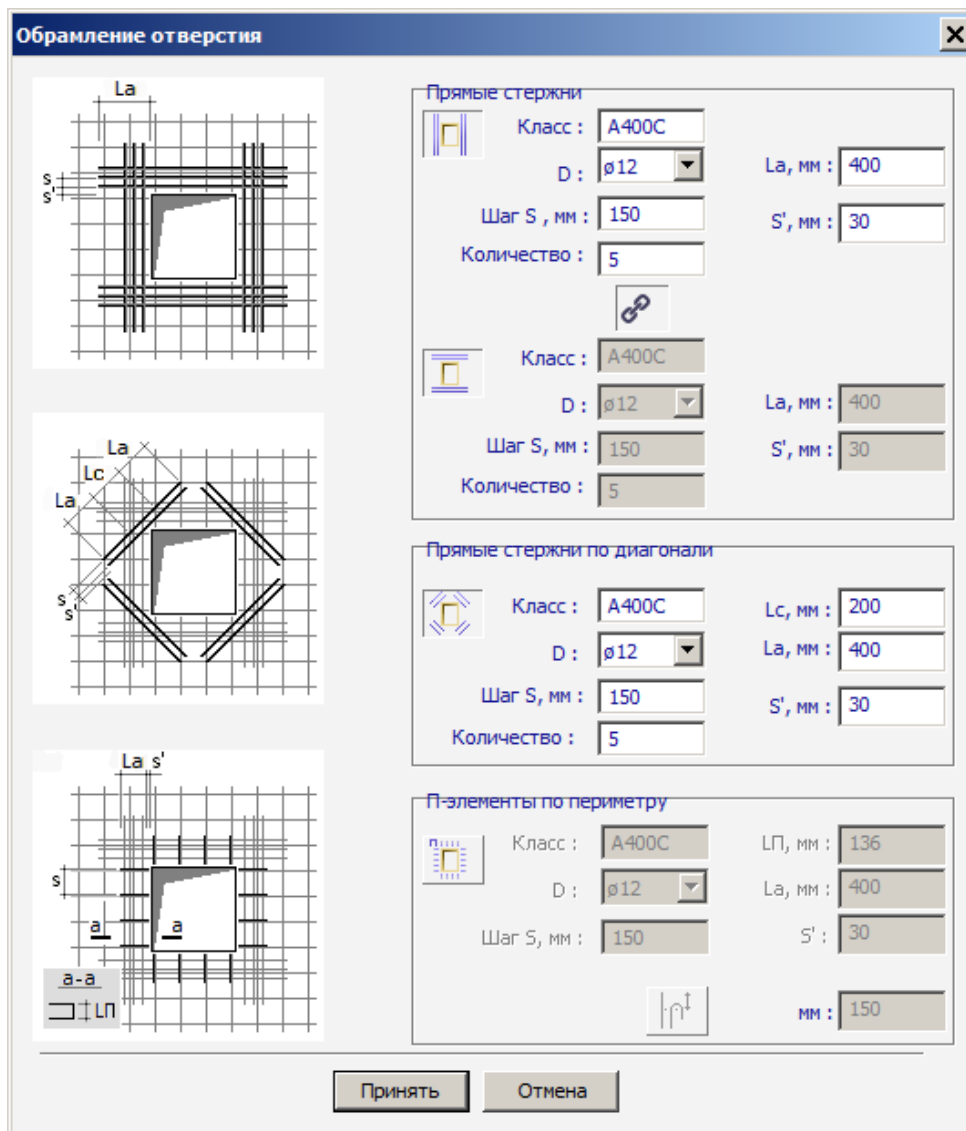

Рис.23.47. Диалоговое окно **Обрамление отверстия**
- Вызовите диалоговое окно **Обрамление отверстия** (рис.23.47) щелчком по кнопке  - **Обрамление отверстия** в раскрывающемся списке **Обрамление** (панель **Дополнительная арматура** на вкладке **Армирование**).